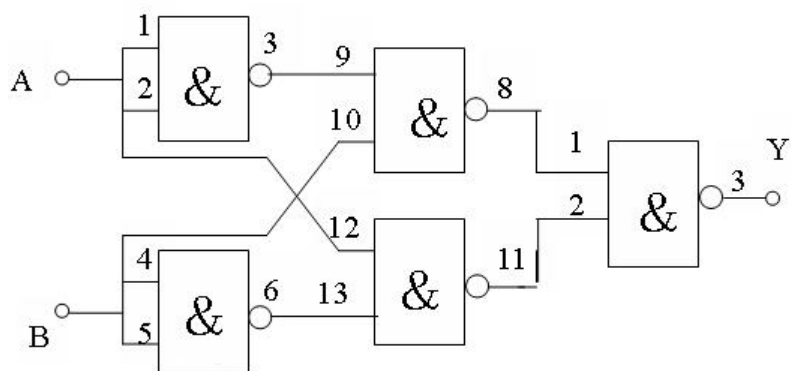

图 5-3
(1) 用 74LS00, 按图 5-3 和 5-4 接线, 将输入和输出的逻辑关系分别填入表 5-3 和 5-4 中。
(2) 写出上面两个电路的逻辑表达式。